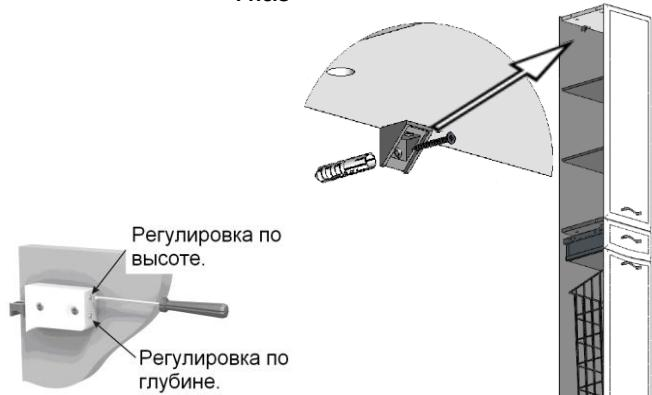

Рис.4
- Обязательное крепление шкафа к стене производится следующим образом (Рис.4):